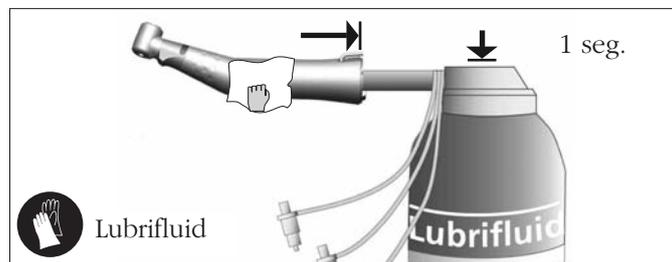

fig. 6
- Presione el spray 1 segundo fig. 6.